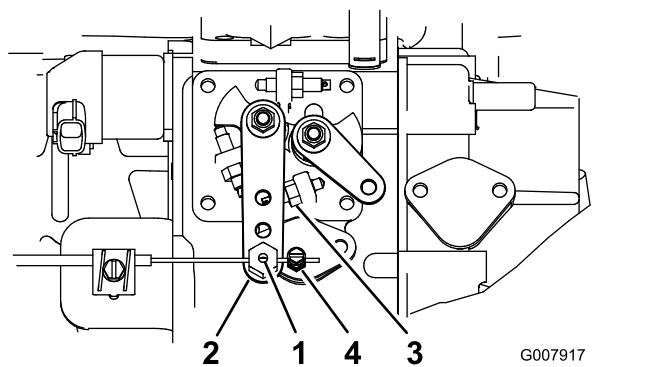

Figure 52
2. Desserrez la fixation du câble d'accélérateur, à côté du levier de la pompe d'injection (Figure 52).
3. Maintenez le bras de levier de la pompe d'injection en appui contre la butée de régime de ralenti accéléré (Figure 52).